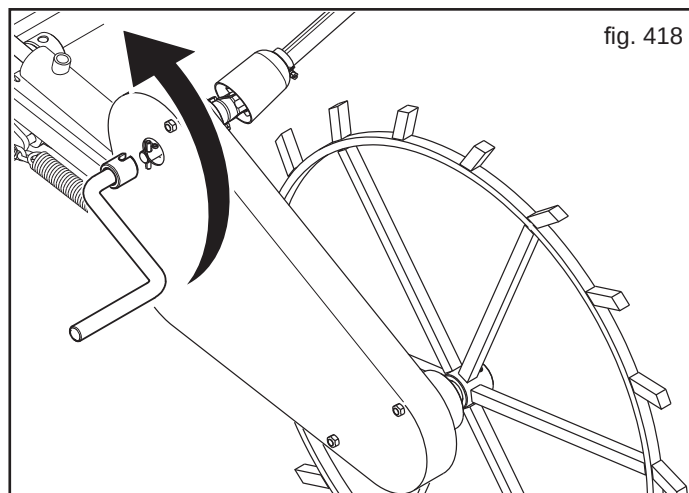

fig. 418
- 6) Inserire la manovella sulla cassetta di trasmissione e far ruotare la manovella in senso antiorario (Fig. 418), come indicato nella decalcomania: i giri della manovella corrispondono a 1/40 di ettaro.